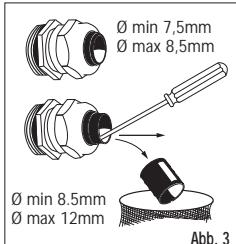

Abb. 3
- Für dem Anschluss ist es Pflicht ein Kabel aus Neoprenrundum Typ H07RN8-F, mit Minimal-Durchschnitt 2x1,5mm² zu verwenden., entsprechenden den Anweisungen der Normen (EN 60598-2-18 - CENELEC HD 516 S1). Wir liefern auf Anfrage geeignete Kabeln, (2x2,5mm² Bestellungscode CV/1221) in die gewünschte Länge. Es sind keine Kabel mit PVC-Isolierung oder mit externen Hülsen aus PVC, jedenfalls anderen als die hier angeführte Kabelform zulässig. Bei einem Kabelsdurchmesser von 7,5 ± 8,5mm gleich-lautende Verschraubung verwenden. Bei grosserem Durchmesser inneres Gummiteilchen entfernen (Abb.3). Das Kabel muss dann einen Durchmesser von 8,5 et 12mm aufweisen.